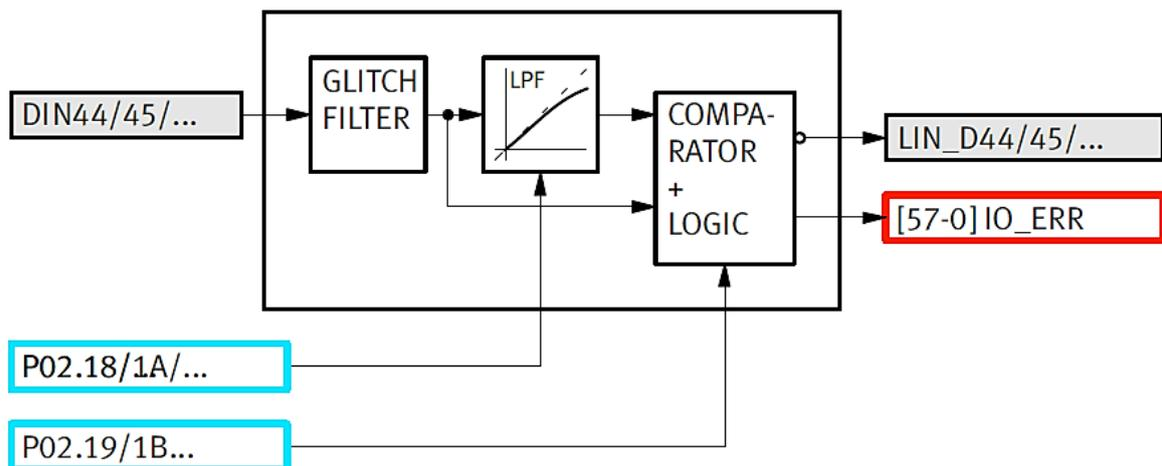

Abbildung 13: Blockschaltbild der einkanaligen Eingänge
Abbildung 13 zeigt das Blockschaltbild der einkanaligen Eingänge. Die Funktion ist nachfolgend für DIN44 erklärt. Die Eingänge DIN44 bis DIN49 sind identisch aufgebaut.
**Tabelle 25: Legende zu Abbildung 13**